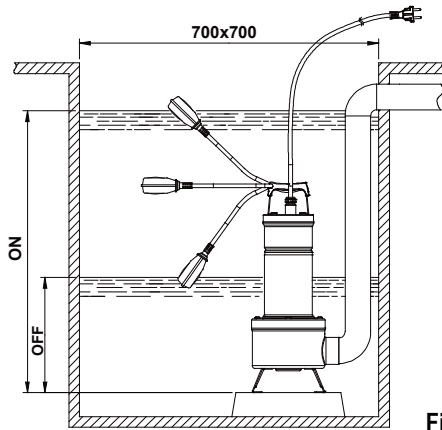

Fig.1
- 4.1 Si le fond du puits où la pompe doit fonctionner est particulièrement sale, il est bon de prévoir un support pour poser la pompe afin d'éviter que la crépine d'aspiration se bouche (**Fig.1**)
- 4.4 Pour la version munie d'interrupteur à flotteur, contrôler que celui-ci peut bouger librement (VOIR PARAGRAPHE REGLAGE INTERRUPTEUR A FLOTTEUR). Prévoir des puisards ayant les **dimensions minimum** indiquées dans la **Fig.1**. Le puisard devra toujours être dimensionné également en fonction de la quantité d'eau en arrivée et du débit de la pompe de manière à ne pas soumettre le moteur à un nombre excessif de démarrages.